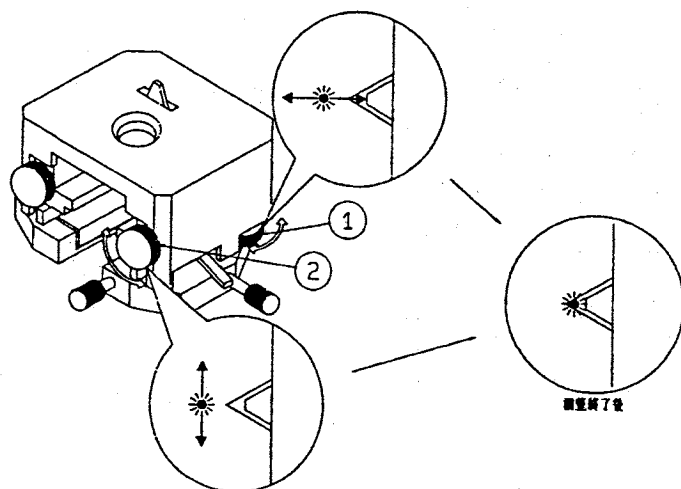

図 2.2-1 レーザスポットのカンチレバー先端への調整
- ①カンチレバー先端付近をライト（特別付属品あるいは別途用意）により照明します。
- ②光学顕微鏡（特別付属品あるいは別途用意）の焦点をカンチレバー先端部に合わせます。（特別付属品の光学顕微鏡の倍率は、 $\times 10 \sim \times 40$ です。）
- ③半導体レーザーから出たレーザー光をカンチレバー先端に反射させるためにAFMヘッド部右側にあるレーザー位置調整ツマミ（図2.2-1①②）よりレーザースポットがカンチレバー先端に位置するようにしてください。